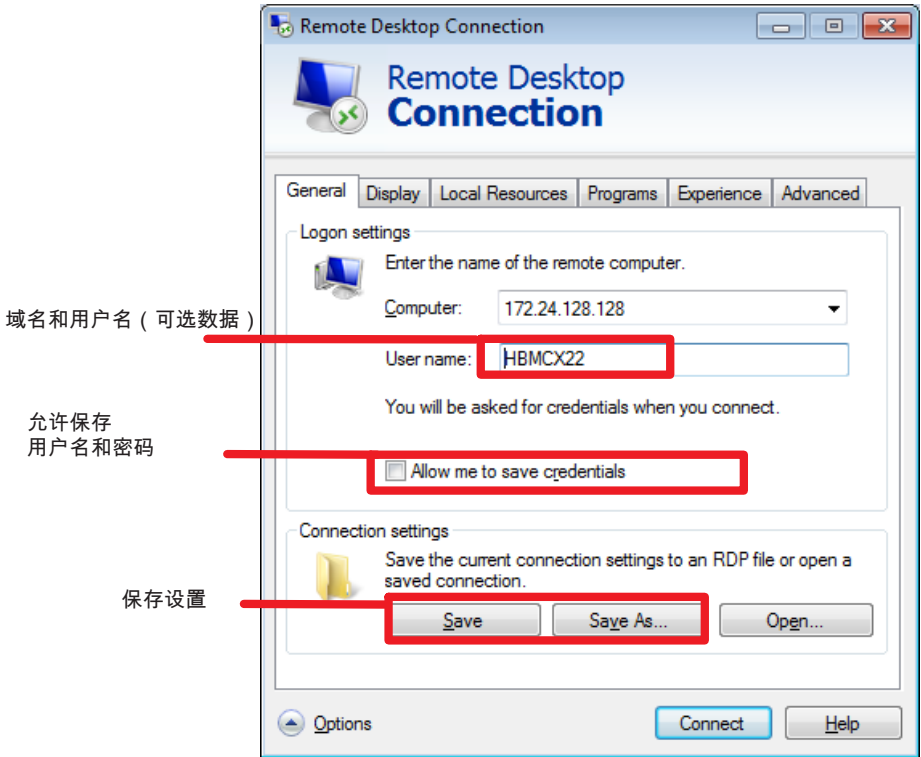

图6.8 保存远程桌面配置
- ▶ 通过“常规” 标签使用新名称 (另存为) 保存或保存为通过 HBM设备管理器连接的默认设置 (保存) ， 参见图6.8。
如果用户双击该配置文件（或点击其链接），将立即建立与CX22B-W连接，且用户只需输入密码。如果用户授权 *保存凭证*（参见图6.8），则自动完成保存。